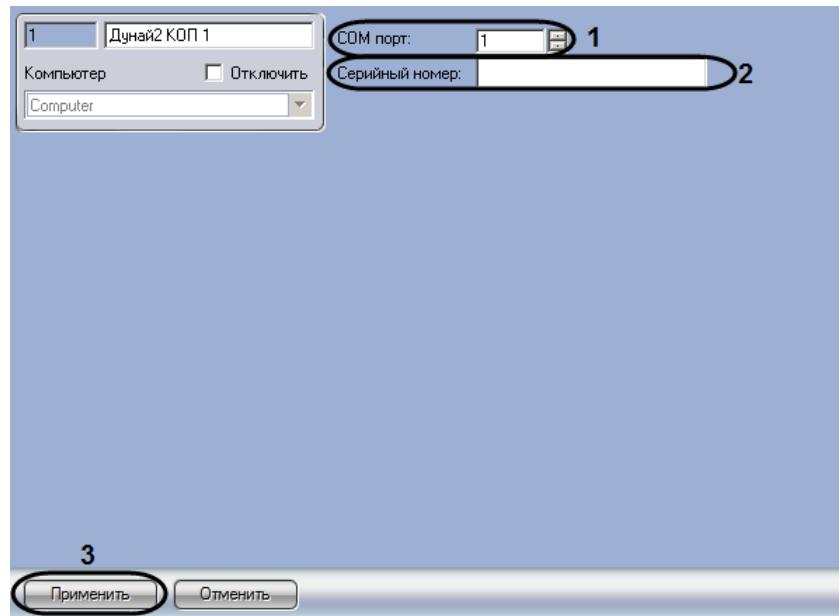

Рис. 3.2—2 Настройка подключения
2. В поле **СОМ-порт** указать с помощью кнопок **вверх-вниз** номер СОМ-порта подключения КОП (см. Рис. 3.2—2, 1).